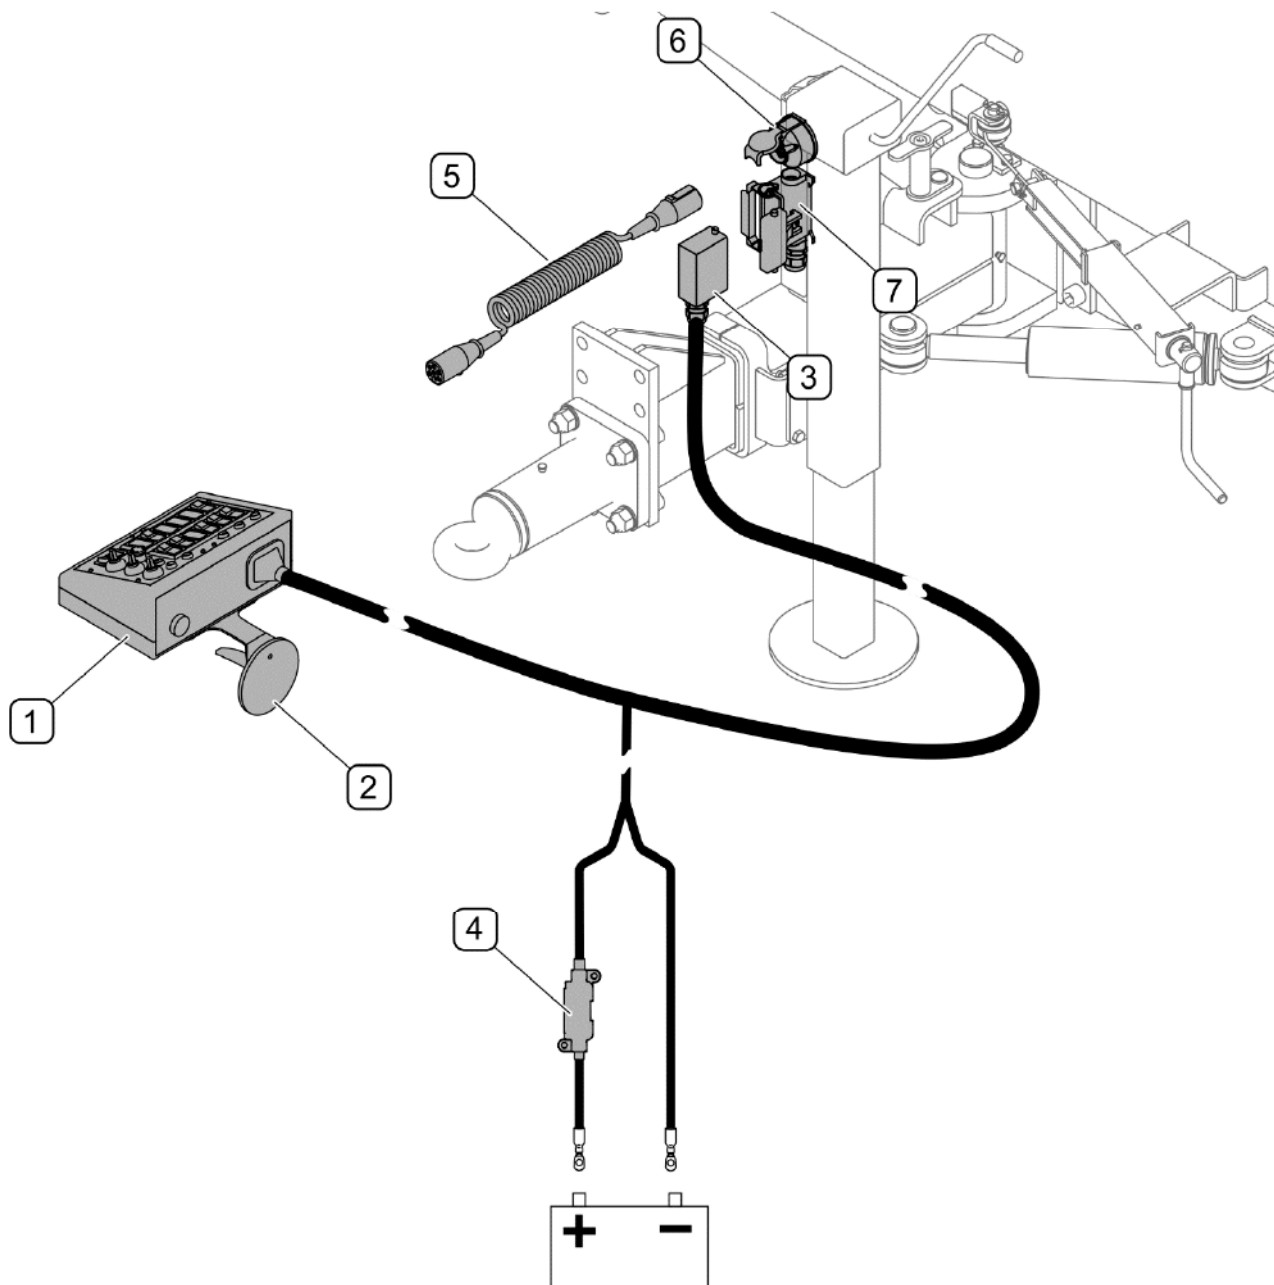

РИСУНОК 4.4 Подсоединение электроосвещения и световой сигнализации
Пульт управления (1) машиной нужно разместить в кабине оператора в доступном месте (РИСУНОК 4.4). Пульт управления имеет присоску (2) для крепления на стекле в кабине трактора. Питаящий провод красного цвета в питающем пучке подсоединить к положительной клемме (+) аккумулятора трактора, а черный провод - к отрицательной клемме (-). Пучок питающих проводов имеет предохранитель (4) 50А, который устанавливается на питающем проводе (+). Штекер (3) необходимо подсоединить к разъему (7) на сцепке подметально-уборочной машины. Соединительный провод (5) - подсоединить к 7-пиновому разъему (6) машины и трактора.